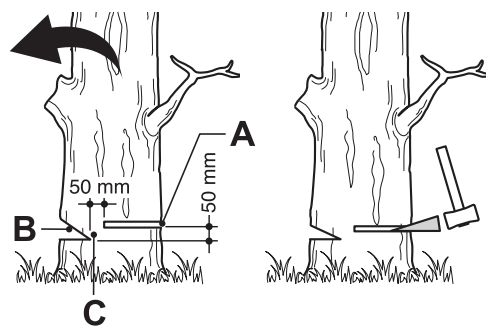

Fig. 36
Efetue o entalhe (Fig. 36, B) com 1/3 do diâmetro do tronco, perpendicular à direção de queda (Fig. 36). Em primeiro lugar, efetue o corte inferior horizontal. Assim, evitará que a corrente ou a lâmina-guia fique entalada quando efetuar o segundo entalhe.
- > Faça o corte de abate (Fig. 36) pelo menos 50 mm acima do entalhe horizontal (Fig. 36). Mantenha o corte de abate paralelo ao entalhe horizontal. Faça o corte de abate de modo que sobre madeira o suficiente para formar uma dobradiça. A dobradiça (Fig. 36 C) de madeira impede que a árvore gire e caia na direção errada. Não corte pela dobradiça.